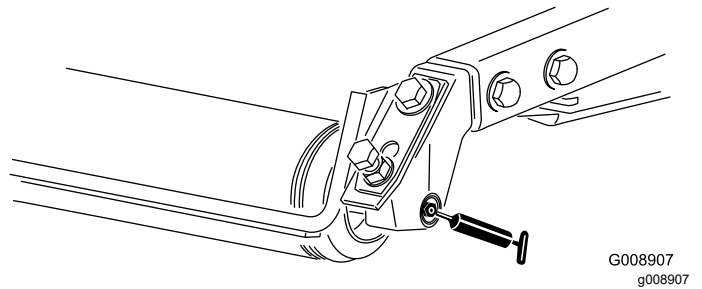

Figura 48
- Cuscinetti a rulli posteriori (2 per apparato di taglio) – Figura 48